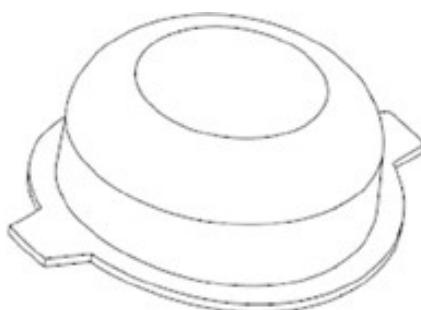

图4-15 创建切除特征
Step 35 在“拉伸”操控板中单击“确定”按钮 \checkmark ，创建切除特征，如图4-15所示。